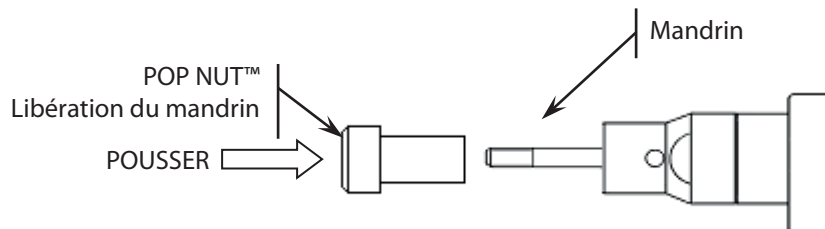

Figure 4 : Outil pour retirer le mandrin POP NUT™
3. Retirez l'embout de nez de l'outil en desserrant le contre-écrou et en le dévissant (Figure 4).